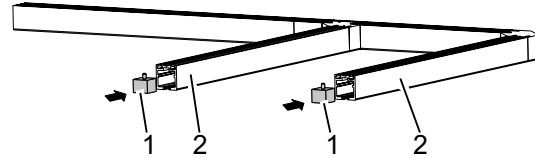

Abb. 4: Laufwegbegrenzer montieren
- Laufwegbegrenzer (Abb. 4/1) müssen im Bahnhof an den beiden Enden der Laufschiene (Abb. 4/2) montiert werden.
5. Laufwegbegrenzer (Abb. 4/1) in Laufschiene (Abb. 4/2) schieben.